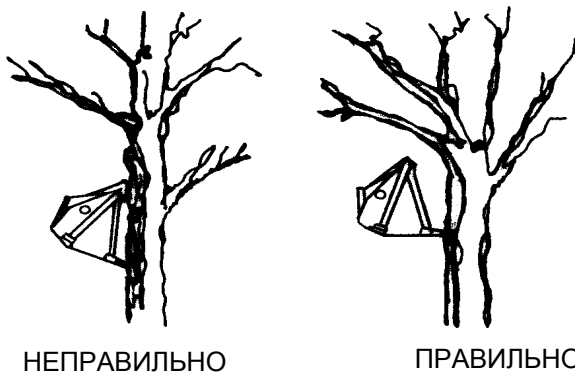

Рис. 4.43. Установка ковша для сваливания малых деревьев
3. При валке деревьев необходимо высоко поднять ковш для того, чтобы достичь максимального момента, и затем постепенно медленно нажимать на дерево так, чтобы не повредить экскаватор-погрузчик и чтобы не подвергнуть опасности оператора. При упоре в дерево ковш следует установить так, чтобы дно ковша находилось в горизонтальной плоскости. Не следует нажимать на дерево окантовкой ковша (Рис. 4.43).